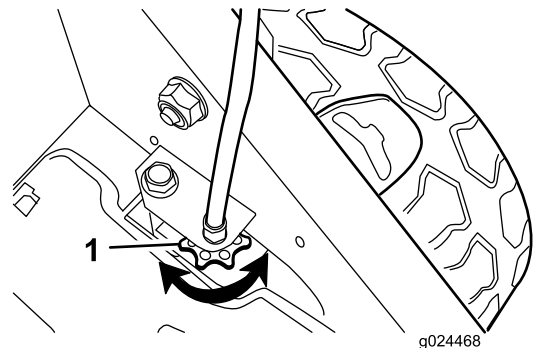

Figura 28
- Dacă roile nu se învârt când acționați bara pentru propulsia automată, cureaua unităii de traciune este slăbită. Răsucii o dată butonul de control al unităii de traciune (Figura 28) în sensul acelor de ceasornic i repetați pașii de la 4 la 6.
- Dacă roile se învârt înainte să acționați complet bara pentru propulsia automată, cureaua unităii de traciune este prea strânsă. Răsucii o dată butonul de control al unității de traciune (Figura 28) în sens invers acelor de ceasornic i repetați pașii de la 4 la 6.